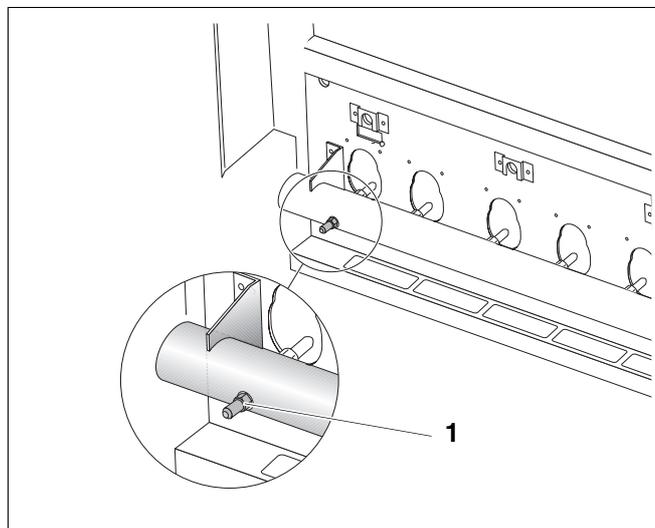

Fig. 30 Misurare la pressione agli ugelli
- Svitare di due giri la vite di chiusura del nippel di misurazione (fig. 30, **pos. 1**) al tubo di distribuzione del gas e innestare il tubo del manometro a U.
- Portare l'interruttore di esercizio in posizione "I" (ON).